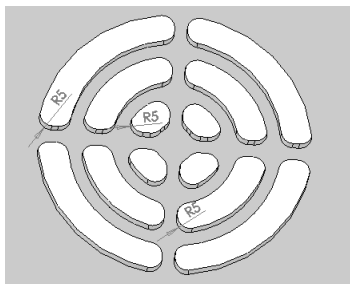

图 10-63 通风口圆角
3) 在“圆角半径”文本框中输入相应的圆角半径数值, 本实例中输入数值“5”。该值将应用于边界、筋、翼梁和填充边界之间的所有相交处产生的圆角, 如图 10-63 所示。